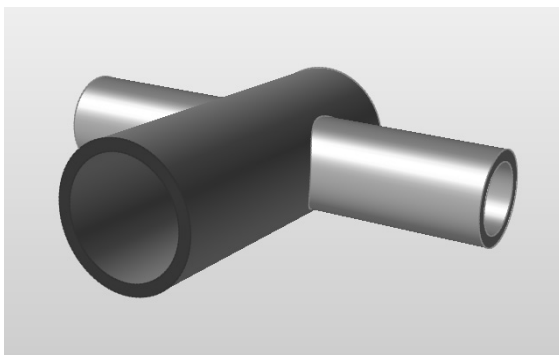

图 14-18
- 7) 单击其中一个管子的一个端面, 将其选中 (可能需要放大显示才能选中该面), 如图 14-18 所示。